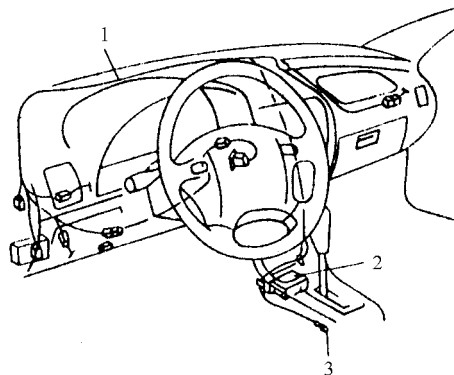

图 4-56 检查安全气囊线束及连接器
⑤若检查到故障, 应更换。
7)安全气囊线束及连接器的检查如图 4-56 所示。
①检查安全气囊线束及连接器是否损伤、变形及连接不良。
②检查线束卡子是否牢固。
③若检测到故障, 应进行维修或更换。